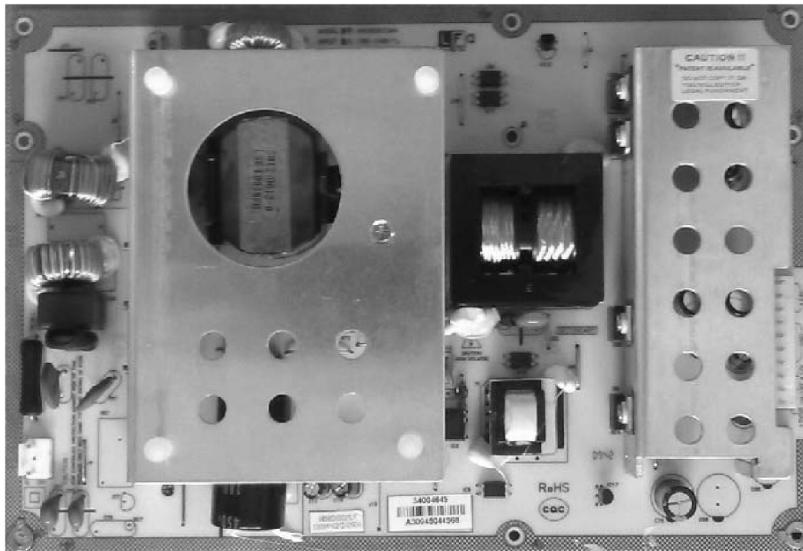

图 5-119 电源板 34005553 实物板图
【要点与点拨】：该机电源属于电源板 34005553，实物如图 5-119 所示。
1. 该机电源属于电源板 34006304（见图 5-119）。